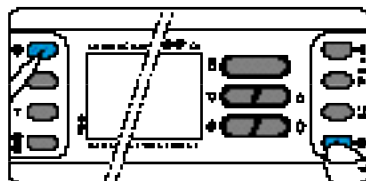

Fig. 75
14.2 - Premere contemporaneamente i pulsanti ☉ ed ☀ (fig.75).